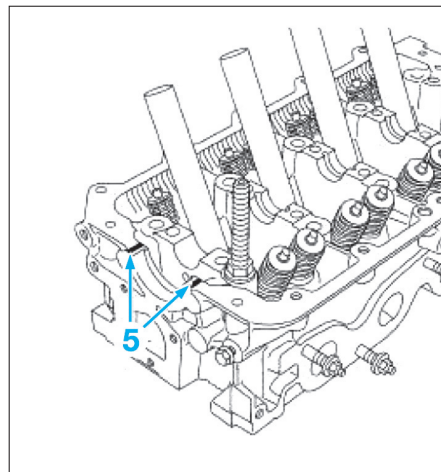

Fig. 45
- deux points (5) de RHODORSEAL 5661 sur le palier n°1 de la culasse (Fig.45).